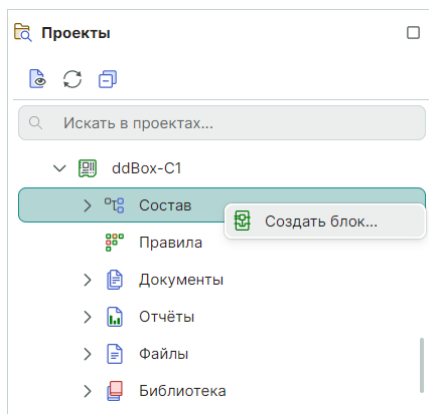

Рис. 250 Выбор активного проекта и создание блока
1. Выберите проект на панели «Проекты» и перейдите к узлу «Состав» см. Рис. 250.
2. Вызовите контекстное меню для узла «Состав» и выберите пункт «Создать блок...», см. Рис. 250.